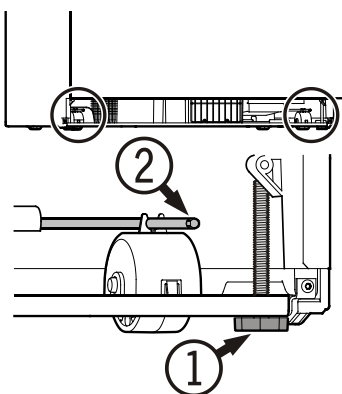

Figure 16
Mise à niveau de l'appareil - Figure 16
Afin d'éviter que l'appareil ne bascule vers l'avant, les pieds réglables ① (Figure 16) doivent être en contact avec le sol.
2. Ôter le film protecteur bleu du filtre à poussière fourni et insérer le filtre dans son emplacement dans le coup-de-pied comme à la **Figure 16**. Fixer le bas du filtre, appuyer sur le bouton et encliqueter le filtre.